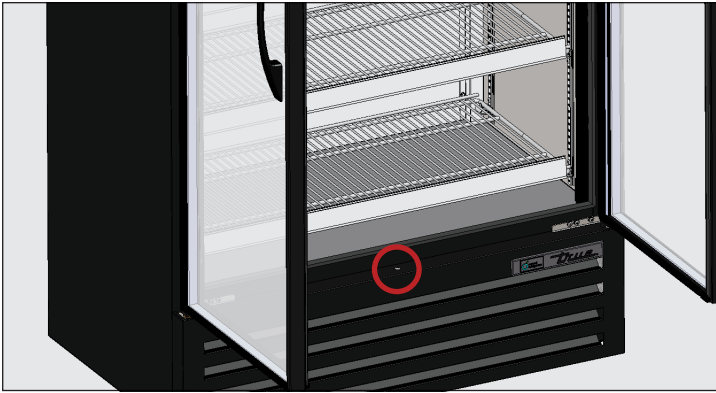
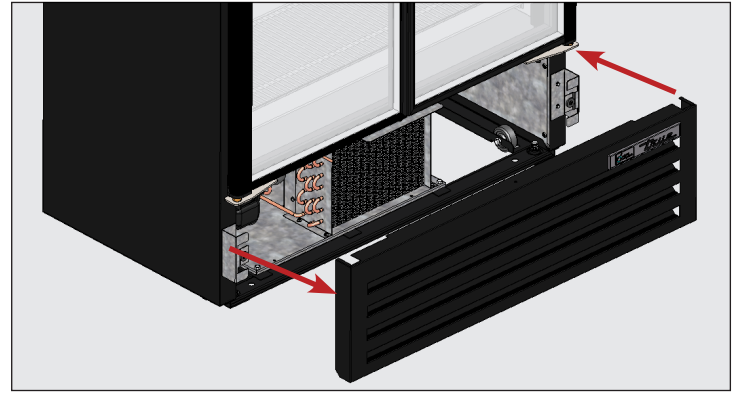

Abb. 1. Schraube zur Befestigung des Lüftungsgitters unter der Schwenktür.
Abb. 2. Nehmen Sie das Gitter vorsichtig ab.
2. Entfernen Sie das vordere Lüftungsgitter des Gerätes. Siehe Abb. 1 und Abb. 2.